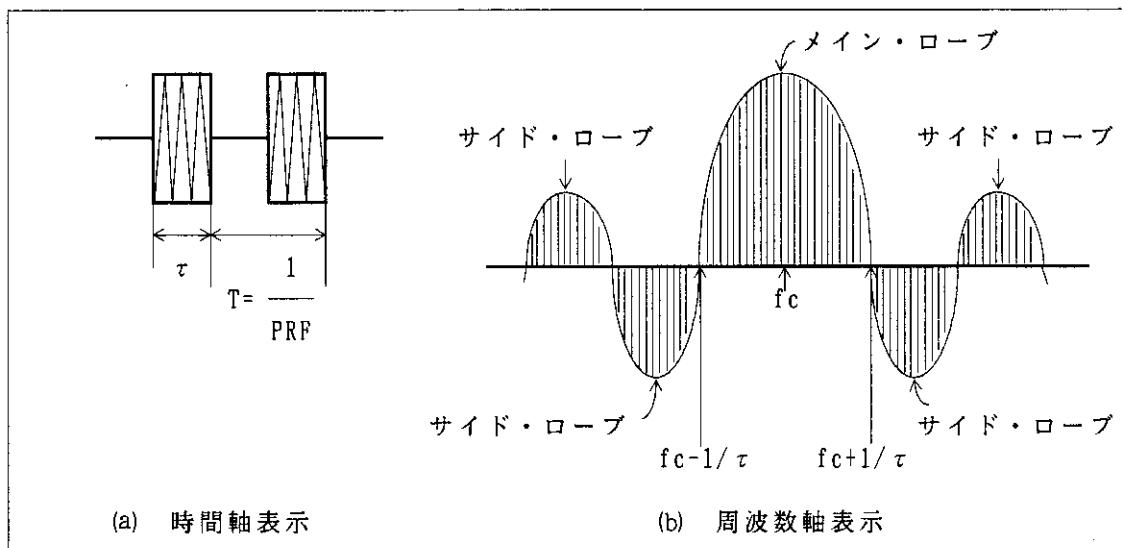

図 6-7 パルス変調波
- ② 中心周波数の表示から搬送波の周波数 f_c を基準レベル表示から搬送波のレベル E_cを読みます（図 6-7）。
- ③ 第一側帯波に△マーカを合わせ、△マーカの表示からその周波数 f_{SB}とレベル E_{SB}を読みます。
スペクトラム・アナライザは等価的に波形を分解し、波形に含まれる高調波の基本波を表示するものです。〔図 6-7(a)〕の説明図に示すようにパルス変調波の時間軸波形を周波数軸に変換すると〔図 6-7(b)〕のように搬送波 f_c を中心にエンベロープを持つスペクトラム分布となります。